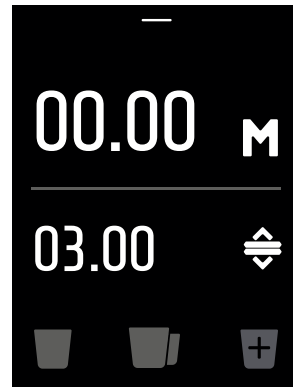

Fig. 5c
- 4 Premere con la coppa portafiltro il pulsante start (10, Fig. 1) e mantenerlo premuto per il tempo desiderato che viene visualizzato sul display. La barra di avanzamento della dose lampeggia (vedere Fig. 5c). Una volta rilasciato il pulsante start, si avvia lo SweepOut (se attivo). Il display visualizza il tempo rimanente per lo SweepOut con la barra di avanzamento che lampeggia.